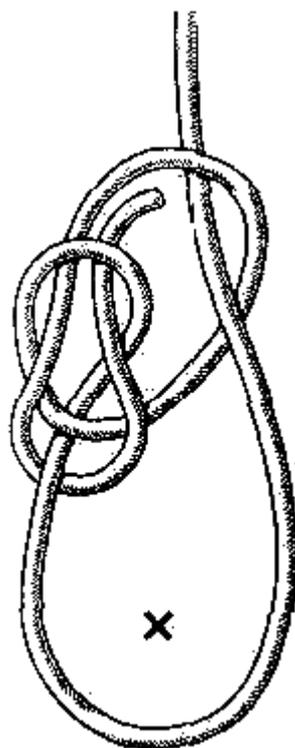

Рис. 85. Бегающий булинь
Основное назначение беседочного узла – это обвязка человека тросом под мышками как средство страховки при подъеме на высоту, опускании за борт или в задымленном помещении во время пожара на борту судна. В незатягивающуюся петлю этого узла можно вставить беседку. Завязанная беседочным узлом петля на швартове надежно служит вместо огона. Этот узел с успехом можно применить для связывания двух тросов любого диаметра или для связывания толстого растительного троса со стальным (в этом случае тросы соединяются петлями, а узлы вяжутся на своих коренных концах). Из всех способов связывания двух тросов из различного материала (например, пенька и сталь, дакрон и манила) соединение с помощью двух беседочных узлов петлями будет самым надежным. Кроме того, из беседочного узла можно сделать надежную затягивающуюся петлю (см. рис. 85). Его можно применять для швартовки и для крепления троса к гаку беседочный узел также можно без опасения применить для временного укорачивания троса или в случае, когда требуется исключить износившийся кусок троса из работы, связав узел так, чтобы этот кусок приходился на петлю.
**Бегущий булинь** (рис. 85). Бегущий булинь – это то же беседочный узел с маленькой петлей, в которую пропущен коренной конец. Он основан на принципе лассо. Действует бегущий